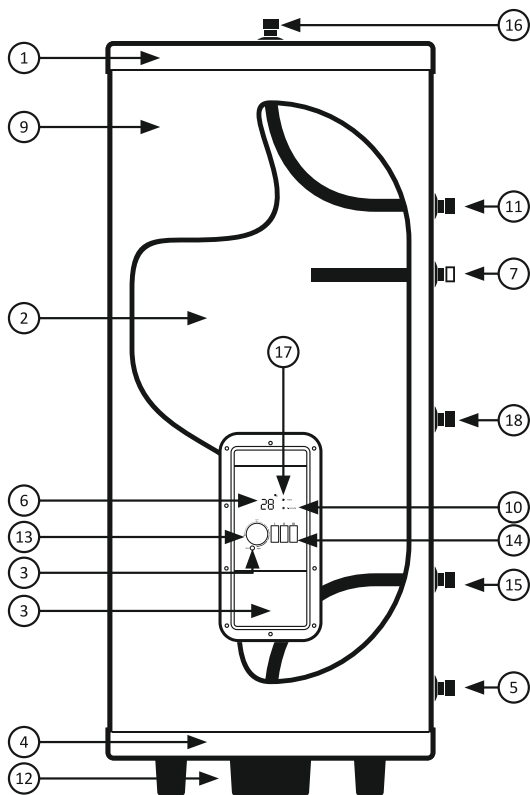

Рис. 1
На Рис. 1 представлено - устройство водонагревателя серии HRS P.
4. На входной патрубок (Рис. 1. п. 15) обозначенный голубым цветом и стрелкой направления течения воды накрутите предохранительный клапан так, чтобы течение воды совпадало с направлением стрелки на корпусе клапана. На отверстие сброса давления предохранительного клапана оденьте дренажную трубку для отвода воды (возможно появление при нагревании) в канализацию.
7. Установить группу безопасности на патрубке (Рис. 1. п. 16)
предусмотрен сливной патрубок (Рис. 1. п. 5)